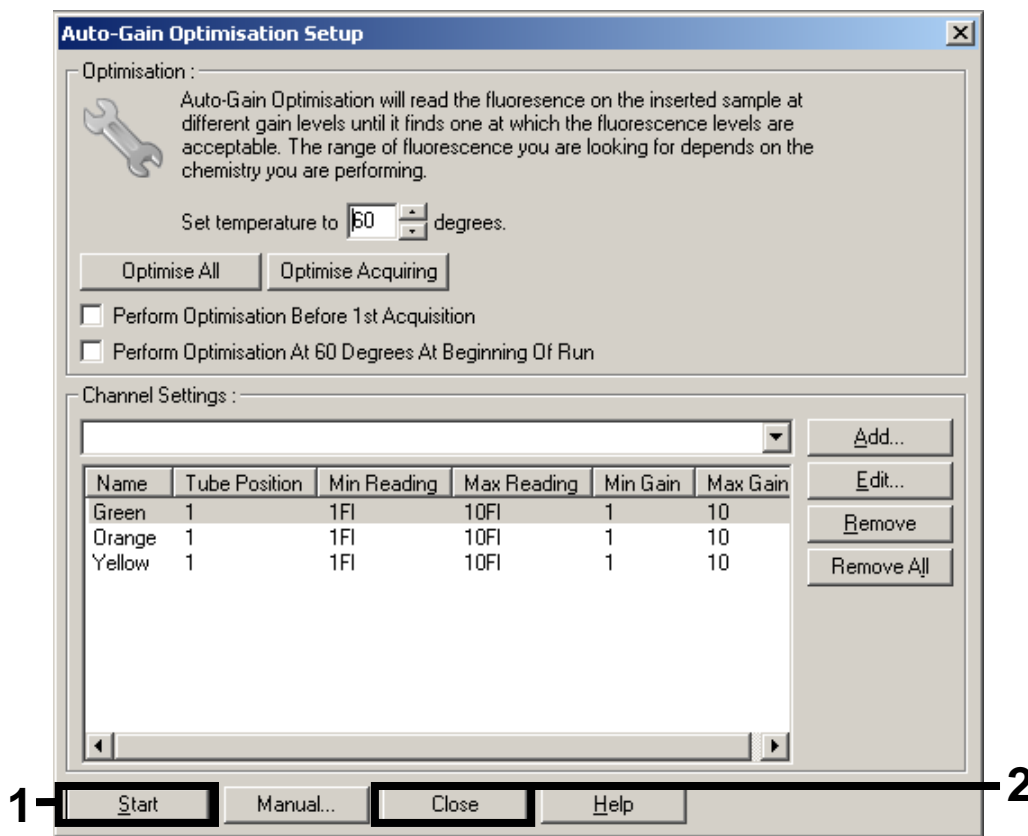

Figura 8. Otimização do ganho.
10. Clicar em "Start" (Iniciar) para iniciar a otimização do ganho. Depois de concluída a otimização do ganho, clicar em "Close" (Fechar) para voltar ao assistente de ensaio (figura 8).